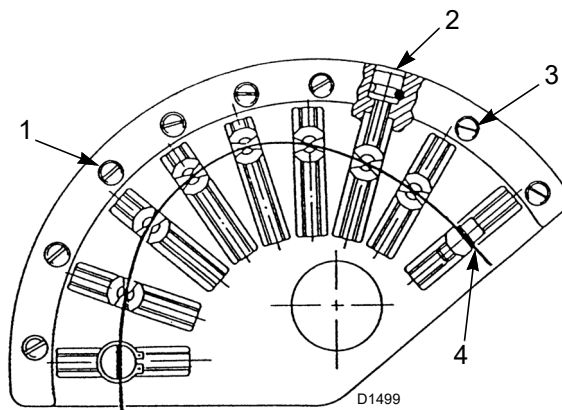

Fig. 34
Il faut changer progressivement le profil initial de la came 1)(Fig. 34) en agissant sur les vis 2)(Fig. 34).
Pour une meilleure répétabilité du réglage, prendre la précaution d'arrêter la rotation du groupe de cames quand le coussinet supérieur qui glisse sur le profil 4)(Fig. 34) se trouve aligné sur l'une des vis de réglage 2).
agir sur les vis de réglage 2)(Fig. 34) après avoir desserré les vis 3).
Légende (Fig. 34)
- Régler le débit d'air en réglant la came à profil variable au moyen des vis 2)(Fig. 34 à la page 32).
- Une fois le réglage optimal atteint, ne pas oublier de serrer les vis de réglage des profils des cames au moyen des vis 3)(Fig. 34 à la page 32).